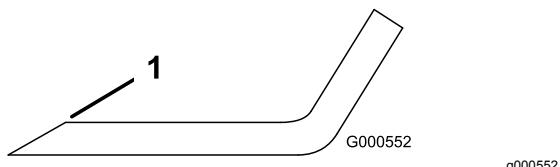

Figure 95
1. Au moyen d'une lime, aiguisez les tranchants aux deux extrémités de la lame (Figure 95).
Remarque: Si la lame est déséquilibrée, limez un peu l'extrémité de l'ailette seulement (Figure 95).